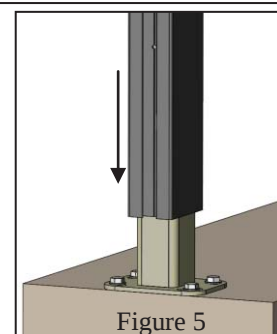

Figure 5
- Insérer le poteau sur la platine (Figure 5) en respectant le sens (paroi la plus épaisse du poteau à positionner côté platine pour visser le poteau sur la platine ultérieurement).